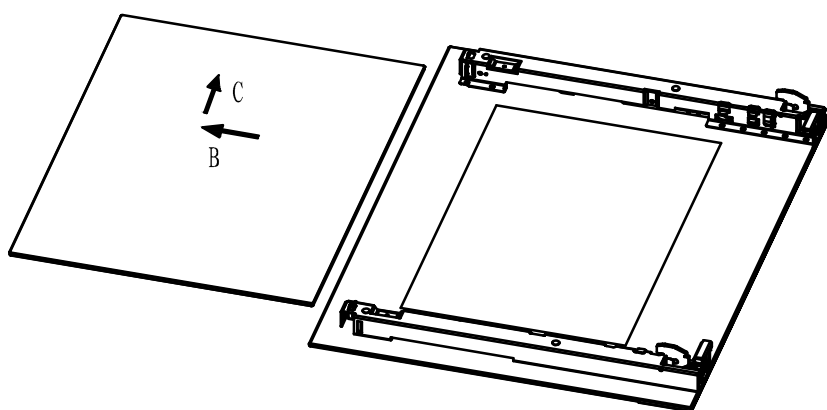

Рис.12-4
4. Снимите среднее стекло. (Рис. 12-4)